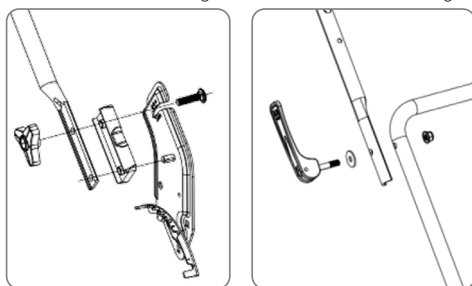

Fig. 2
2. Montez le guidon supérieur sur le guidon inférieur. Passez le boulon de verrouillage rapide à travers la rondelle plate Ø8, puis reliez les guidons supérieur et inférieur et serrez-les modérément avec un écrou M8 (Fig. 2).